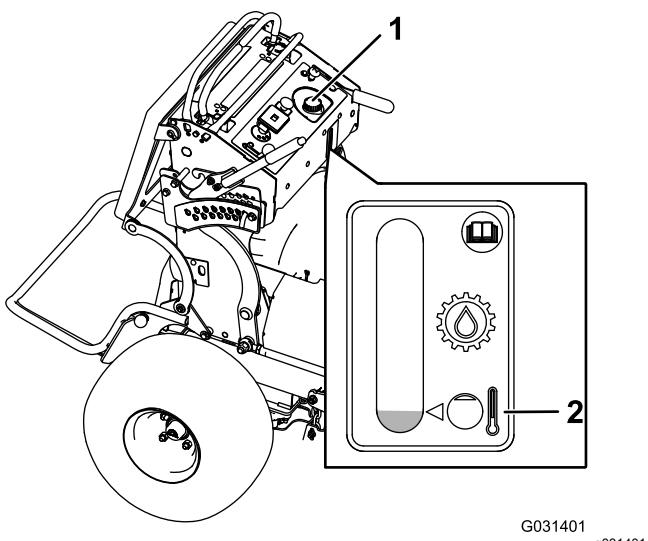

Figure 71
4. Nettoyez la surface autour du bouchon et du goulot de remplissage du réservoir hydraulique (Figure 71).
5. Enlevez le bouchon du goulot de remplissage (Figure 71).